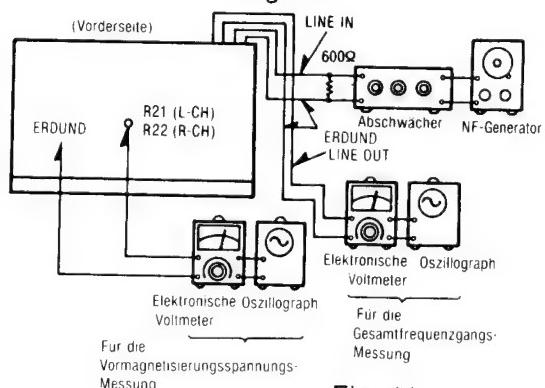

Fig. 11
- Den Meßaufbau zeigt Fig. 11.